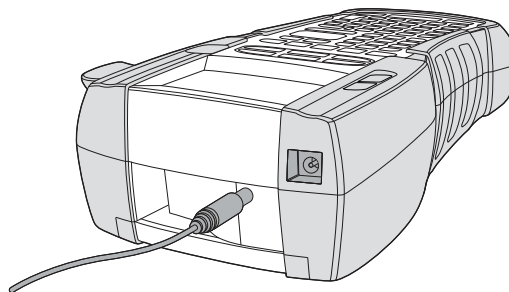

Figura 3
1. Inserire l'adattatore nel connettore di alimentazione in alto sulla stampante. Vedere la Figura 3.